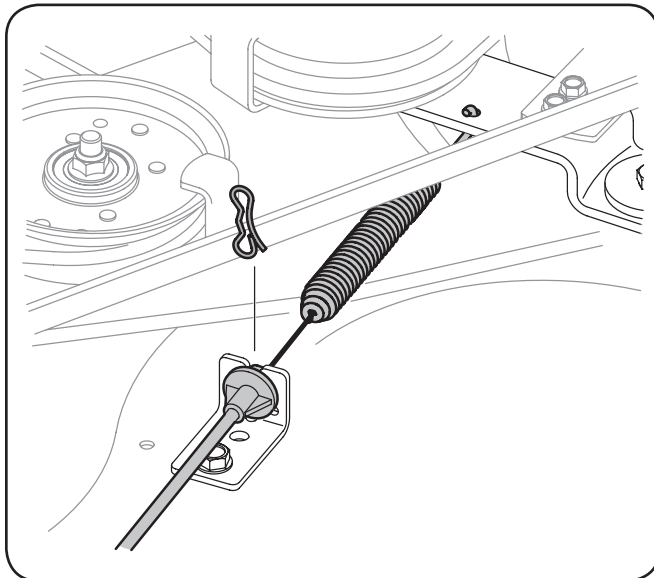

Figura 7-4
9. Retire con cuidado la cubierta de participar cable de la parte trasera de la plataforma de corte mediante la eliminación de la pajarita clip de chaveta que lo sujeta. Retire el muelle del soporte rueda loca de la cubierta. Véase la Figura 7-4.
- c. Vuelva un colocar la cubierta de participar de cable. Véase la Figura 7-4.